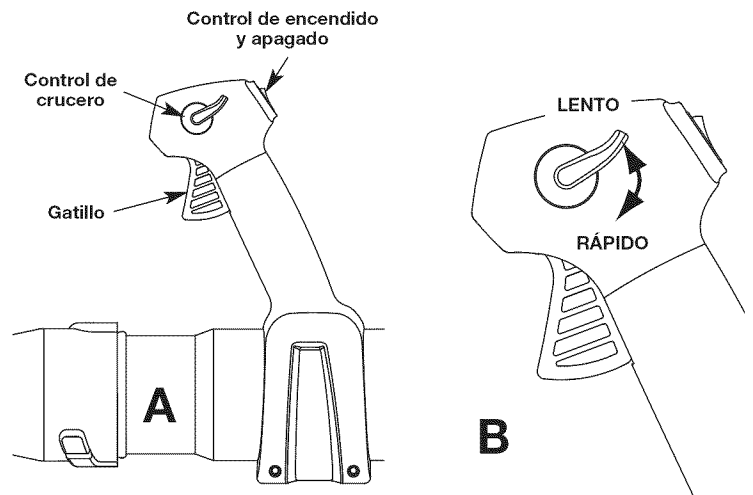

Fig. 15
- NOTA:** La unidad debe arrancarse en vacío. No apriete el gatillo hasta que el paso 8 (Fig. 15, A).
1. Una vez que el motor haya arrancado y esté caliente, oprima el gatillo para acelerar la unidad según sea necesario (Fig. 15, B).
2. Para períodos de funcionamiento más prolongados y para eliminar la posibilidad de fatiga en el dedo, mueva el control de crucero hacia la posición **RÁPIDO** para aumentar poco a poco o mantener la velocidad del motor de la unidad (Fig. 15, B). Cuando se oprima el control de crucero, el gatillo retrocederá hacia la manija.
3. Para disminuir la velocidad del motor, mueva el control de crucero hacia la posición **LENTO** y el gatillo regresará a la posición de marcha en vacío (Fig. 15, B).
2. Oprima y mantenga oprimido el Control de encendido y apagado en la posición **APAGADO (O)** hasta que el motor se detenga por completo (Fig. 15, A).
- Use el control de crucero (Fig. 15) para mantener el gatillo oprimido mientras esté trabajando para facilitar el funcionamiento continuo.